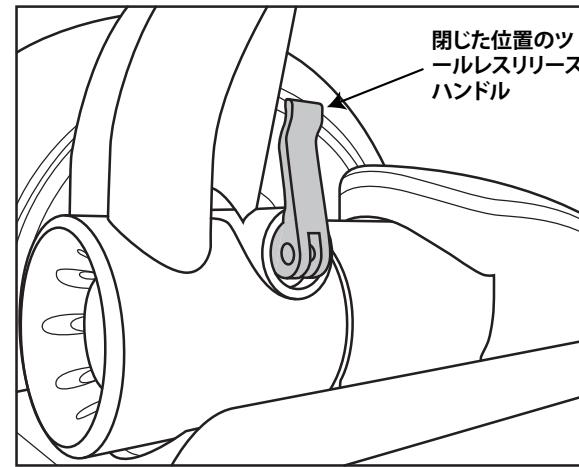

図 3. ツールレスリリースを閉じた位置のハンドルに締め付ける
3. ツールレスリリースを、付属のワッシャを通してウェッジクランプへとゆく通します。通すときに、ハンドルが閉じた位置になっていることを確認してください。図 3 を参照してください。